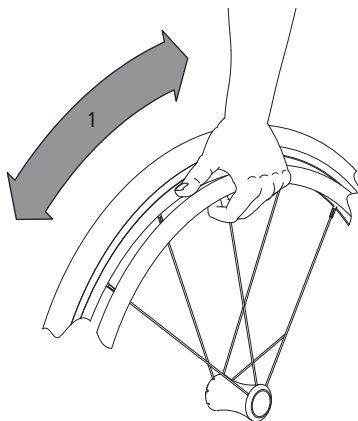

fig. 18
1. Tag fast i drivringen med hånden, og drej hjulet frem eller tilbage (1, fig. 18). Tag fat om drivringen med hånden og anbring tommelfingeren i kørselsretningen, og de andre fingre knyttes omkring drivringen.